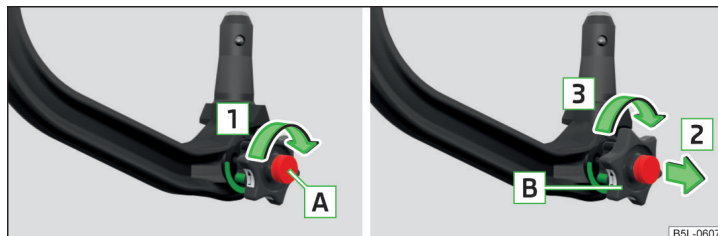

Fig. 144 Desbloquear la cerradura / retirar y girar el volante
- Gire la llave **A** en el sentido de la flecha **1** hasta el tope » fig. 144.